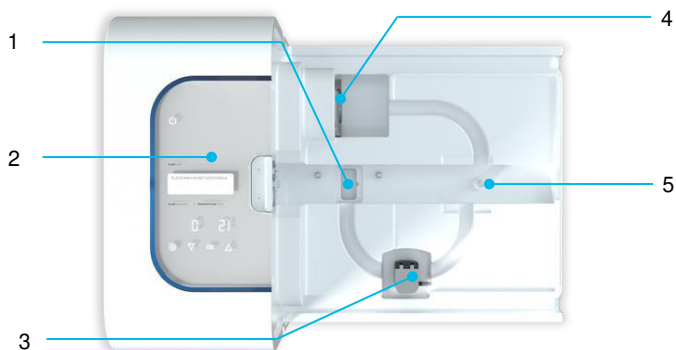
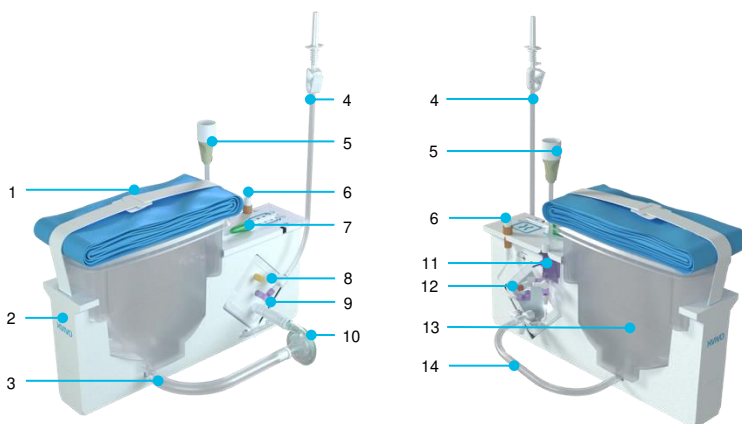
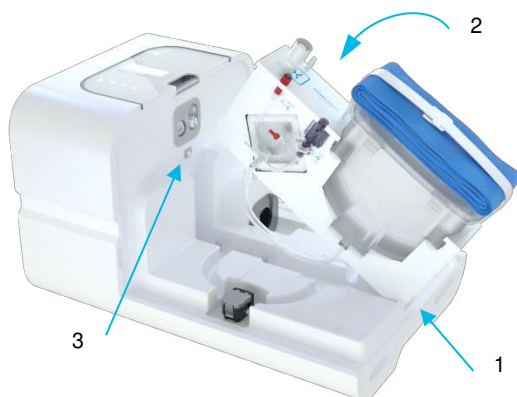
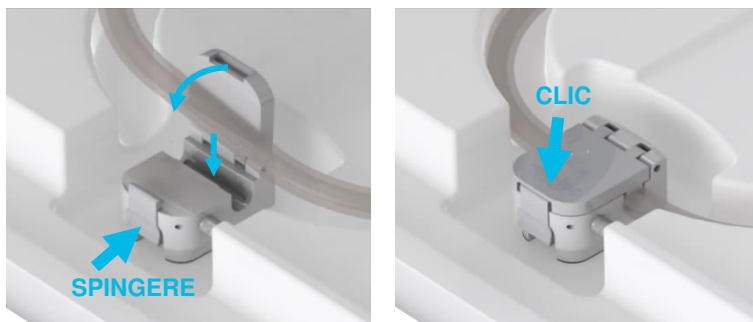

Figura 2 Vista dall'alto del Kidney Assist Transport senza set di perfusione, inserto di scarico dell'ossigenatore e serbatoi di ghiaccio.
Figura 7 Cartuccia del set di perfusione per il Kidney Assist Transport.
Figura 10 Inserimento cartuccia.
Figura 13 Collegamento del sensore di flusso.
- Prima dell'uso riposizionare nel dispositivo l'inserto di scarico dell'ossigenatore, che viene rimosso durante la pulizia (Figura 2, voce 1).
- Rimuovere il coperchio in Tyvek dalla vaschetta ed estrarre la cartuccia (Figura 7) dalla stessa. Verificare l'integrità del prodotto e la sicurezza di tutti i raccordi; riavvitare in caso di necessità.
- Posizionare la cartuccia all'interno del Kidney Assist Transport come mostrato nella Figura 10. Innanzitutto, inserire la cartuccia sul lato del serbatoio nell'apposito alloggiamento (1). Quindi ruotare la cartuccia in posizione (2) e collegare la testa della pompa (Figura 7, voce 10) al raccordo magnetico della stessa (Figura 2, voce 4), premendo con forza per assicurarsi che sia posizionata correttamente. Fissare la cartuccia sotto la clip situata nella parte inferiore del raccordo dell'ossigeno (3).
- Collegare il sensore di pressione (Figura 7, voce 5) al pannello dei raccordi (Figura 11).
- Collegare il tubo dell'ossigeno verde (Figura 7, voce 7) al raccordo dell'ossigeno (Figura 11). Dopo aver collegato l'ossigeno, la valvola di sicurezza nel raccordo è aperta per assicurare il deflusso dell'ossigeno. Verificare il flusso dell'ossigeno sulla spia situata nel vano bombola dell'ossigeno (Figura 12). Una sfera galleggiante testimonia la presenza del flusso di ossigeno.
Aprire il sensore di flusso spingendo la clip di alluminio per rilasciare il coperchio. Inserire il tubo di ingresso del serbatoio (Figura 7, voce 14) e premere il coperchio per chiudere il sensore (Figura 13).
- Rimuovere il tappo giallo del filtro di deaerazione dell'ossigenatore (Figura 7, voce 8). Conservare il tappo giallo, che deve essere rimesso al suo posto dopo la deaerazione.
- Srotolare la linea di riempimento (Figura 7, voce 4) e aprire il morsetto del tubo presente su di essa. Attaccare la punta a una sacca/flacone contenente soluzione di perfusione meccanica certificata.